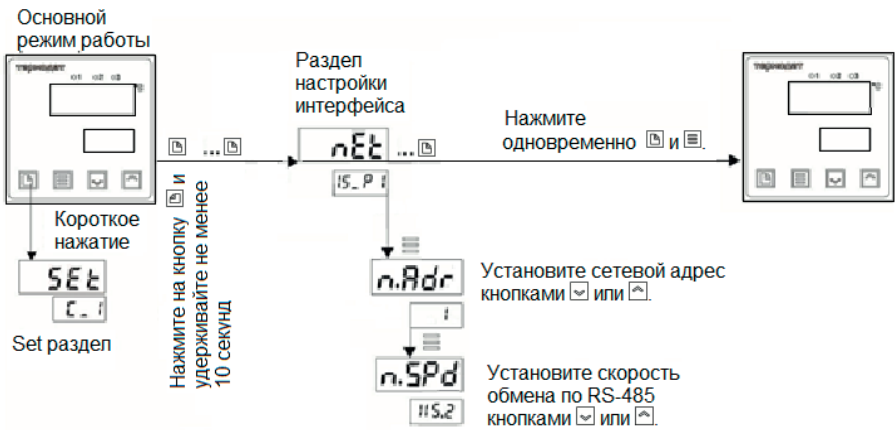

Рис. 19. Установка сетевого адреса сейфа-термостата.
6.16.3 Для работы сейфа-термостата в сети Пользователя EIA RS-485 необходимо установить (п. 6.14) на измерителе-регуляторе (рис.19) сетевой адрес прибора «n.Adr» (от 1 до 255), а также скорость обмена информации по RS-485.